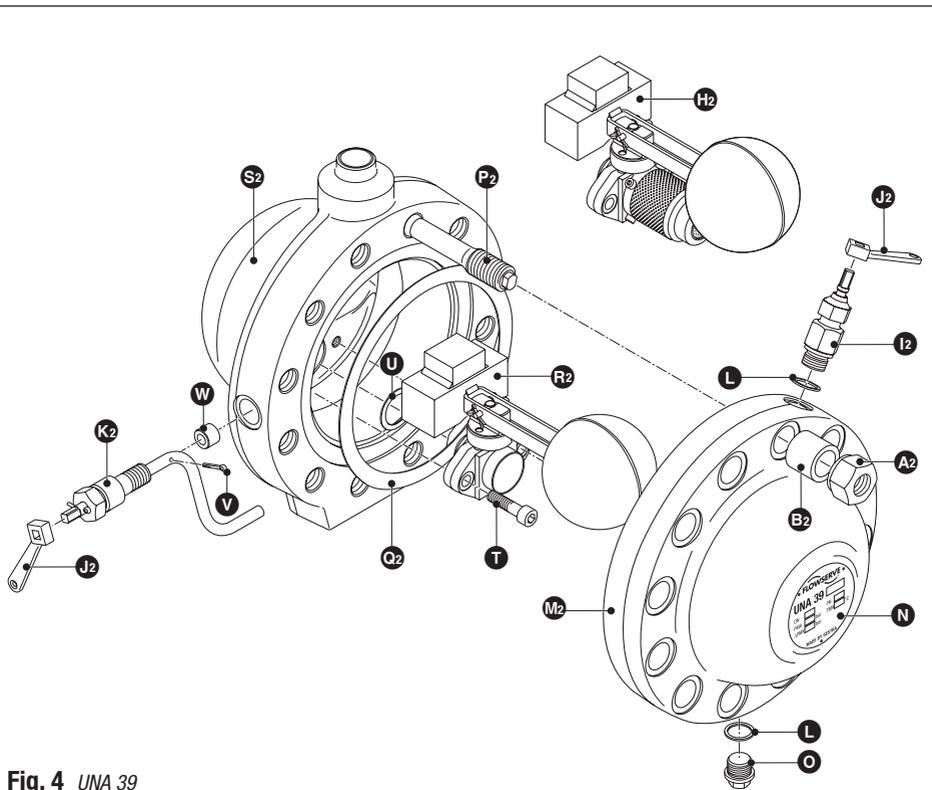

Fig. 4 UNA 39
1. Hebelverlängerung **J** auf die Hand-Anlüftvorrichtung **K** aufstecken. **Fig. 2, Fig. 4**